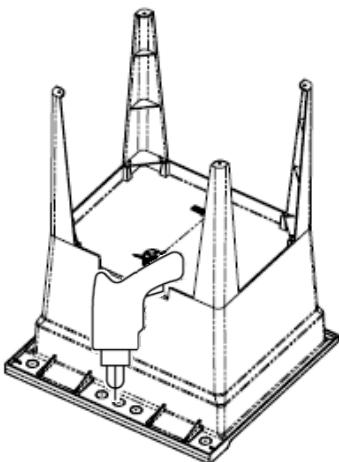

FIG. 1
1. Placez la cuve à l'envers sur une surface propre en vous assurant de dégager la partie qui contiendra la robinetterie. Percez les trous pour la robinetterie (non incluse à moins d'avoir acheté l'ensemble "Tout en 1") à l'aide d'une perceuse électrique (**Fig. 1**).
1. *Place the laundry tub upside down on a clean surface while making sure to clear the part that will contain the faucet. Pierce the holes for the faucet (not included, unless purchased as an "All in 1" kit) with the help of an electric drill (**Fig. 1**).*